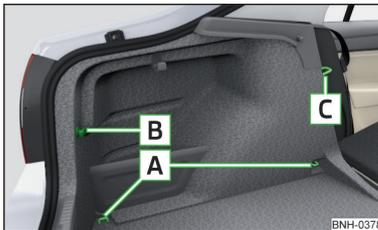
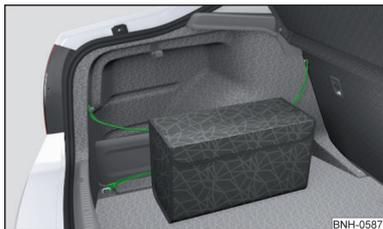

Fig. 85
Fig. 88
**Vue d'ensemble des éléments de fixation » fig. 85**
Le sac » fig. 88 peut être fixé aux éléments de fixation **A**, **B** et **C** » fig. 85 à la page 77.